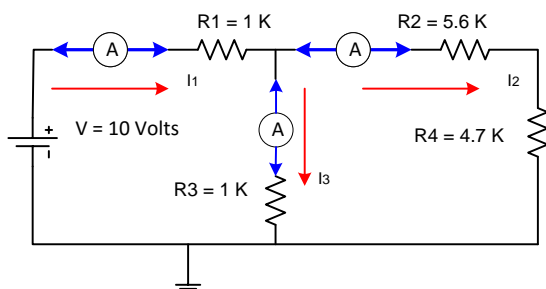

Figura 2
- d) Construya en Multisim el circuito de la Figura 2. Mida el voltaje y corriente de cada elemento del circuito empleando los instrumentos virtuales y complete la Tabla 3. Guarde una impresión de pantalla de su instrumento para incluir en su reporte.